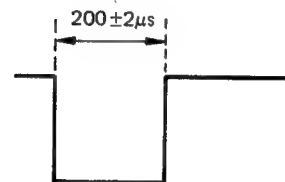

Abb. 8-22
3. Die (-) Synchronflanke mit dem Oszilloskop wählen und R2016 so einstellen, daß die in Abb. 8-22 gegebenen Anforderungen erfüllt werden.